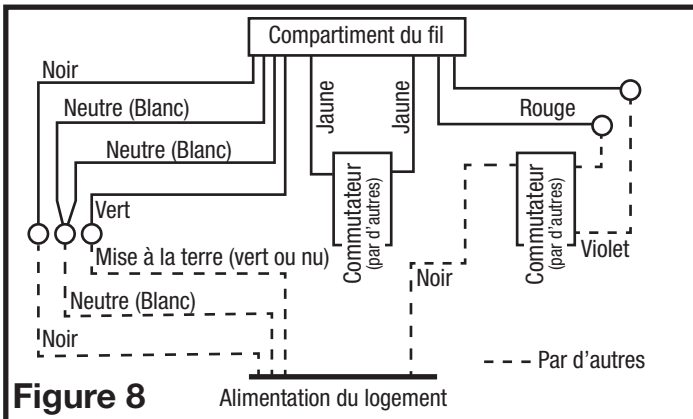

Figure 8
2. **Ventilation continue:** Fixez les fils électriques au logement avec une prise électrique approuvée. Pour les ventilateurs à deux vitesses, raccordés pour une ventilation continue. Connectez les fils blanc du ventilateur au fil blanc (neutre) de la source d'alimentation. Connectez le fil de terre de la maison au fil vert du boîtier du ventilateur. Connectez le fil noir du ventilateur au fil noir (chaud) de la source d'alimentation. Utilisez un interrupteur à bascule standard duplex, correctement mis à terre (comme Leviton 5224-2W, non inclus) pour relier le fil noir de la source d'alimentation à un côté de l'interrupteur du haut et du bas. Connectez le fil rouge (lumière) du boîtier du ventilateur à l'autre côté de l'interrupteur du haut et connectez le fil violet (veilleuse) du boîtier du ventilateur à l'autre côté de l'interrupteur du bas. Utilisez un deuxième interrupteur à bascule standard duplex, correctement mis à terre, pour relier le fil jaune chaud du ventilateur à l'entrée de l'interrupteur. Connectez le deuxième fil jaune du ventilateur au côté de sortie du commutateur. Fermer l'interrupteur changera la vitesse de normale à haute vitesse (Figure 8).